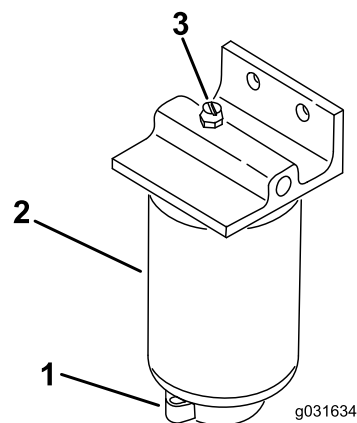

Figura 49
2. Allentate la valvola di spurgo situata nella parte inferiore del filtro (Figura 49).
1. Pulite la superficie circostante i supporti del filtro (Figura 49).